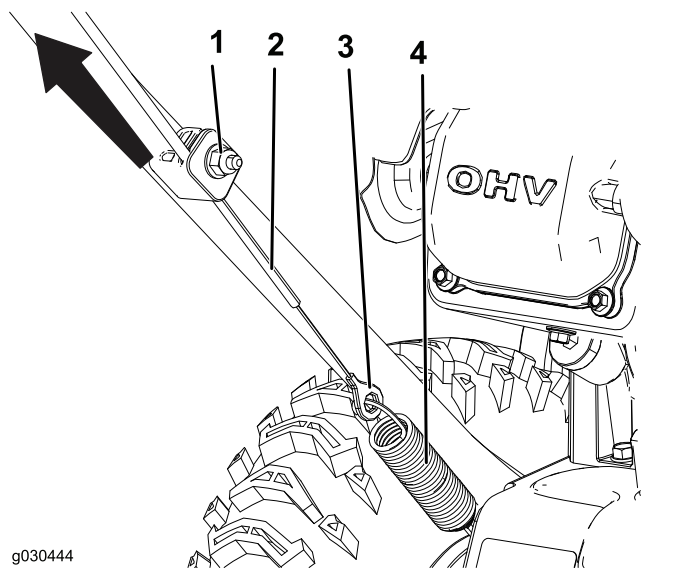

Рисунок 24
1. Ослабьте затяжку гайки нижнего зажима тросика, но не отворачивайте ее полностью (Рисунок 24).
2. Потяните тросик вверх, чтобы уменьшить его провисание (Рисунок 24).
3. Удерживайте тросик на месте и затяните гайку (Рисунок 24).